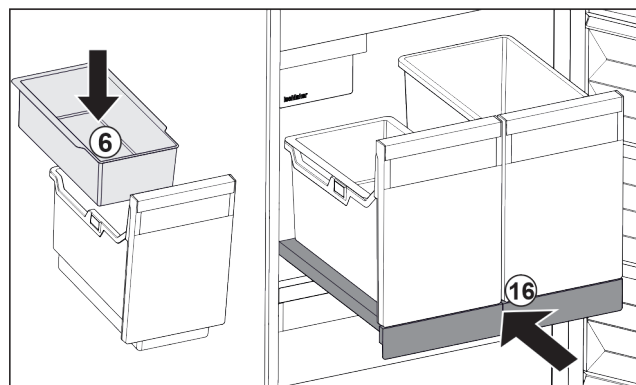

Fig. 103
- Installer le balconnet *Fig. 103 (6)* pour glaçons.
- Rentrer le compartiment coulissant avec le bac (IceTower). Fig. 103 (16)